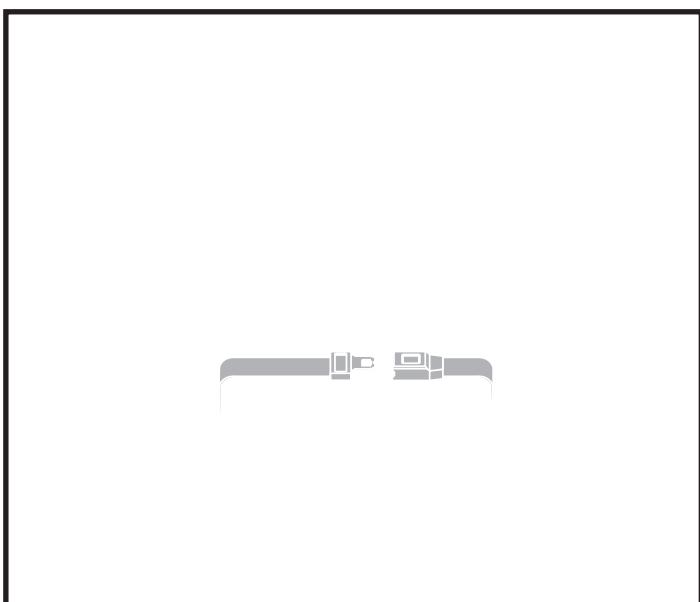

Bild 14. Einstellung des Haltegurts
Ihr Elektrorollstuhl ist unter Umständen mit einem Haltegurt ausgerüstet, der zum Komfort des Bedieners verstellt werden kann. **Siehe Bild 14.** Der Haltegurt ist dazu entwickelt, den Bediener zu stützen, so dass dieser nicht den Sitz herunter oder nach vorne rutscht. Der Haltegurt ist nicht zum Gebrauch als Rückhalteinrichtung geeignet.
1. Nach dem Einsetzen stecken Sie die Metallasche an einer Seite des Gurtes in das Plastikgehäuse auf der gegenüberliegenden Seite, bis Sie einen Klick hören. **Siehe Bild 14.**